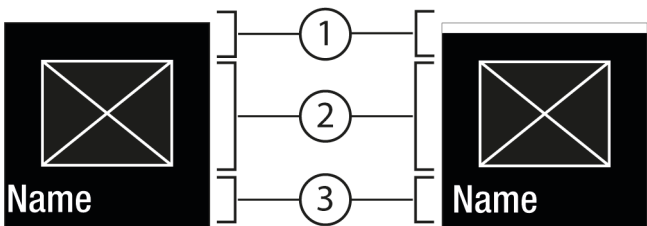
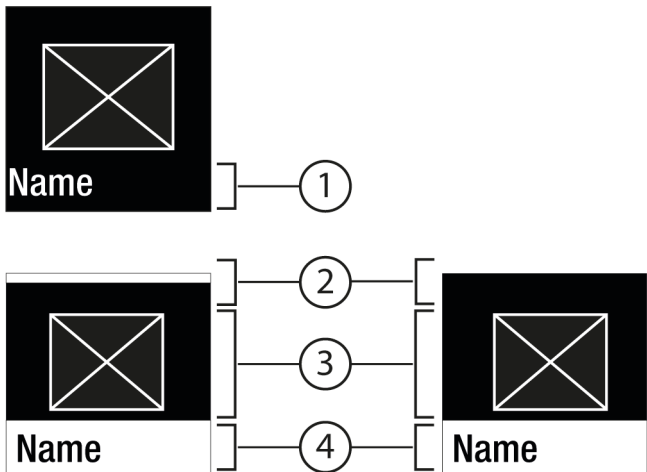

Fig. 6
Fig. 7
- С Потвърждаване Fig. 5 (2) се извиква подменюто Fig. 7 (4).
- Настройване на нова стойност: С Потвърждаване Fig. 5 (2) изберете деактивирана стойност Fig. 6 (1).
- Обратно в менюто: С Потвърждаване Fig. 5 (2) изберете вече активираната стойност Fig. 6 (2).
- ▷ Състояние: активирано Fig. 6 (1) се появява за кратко в подменюто Fig. 7 (4).